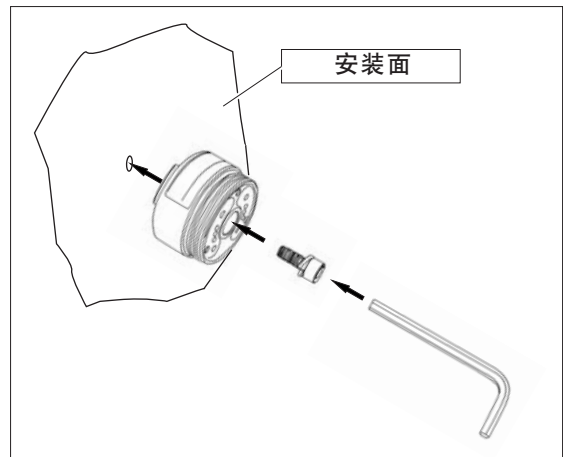

图11：安装面的固定
2. 检测通过强 固定 圆柱螺栓 和弹簧垫圈 来进行（图 11）